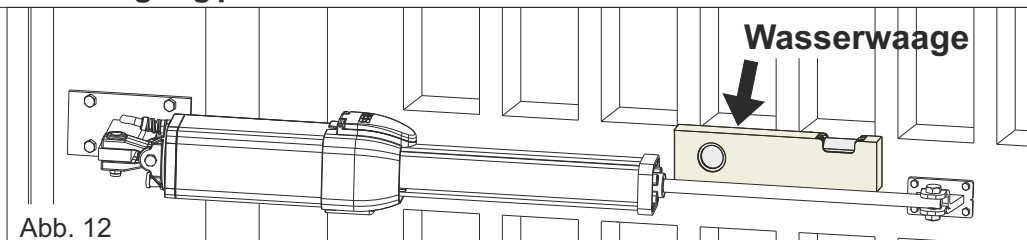

Abb. 12
- 2 - Für einen korrekten Betrieb ist es wichtig, sowohl den Antrieb als auch die vorderen und hinteren Befestigungen mit Hilfe einer Wasserwaage perfekt horizontal zu positionieren (Abb. 12)
**Die Befestigung muss so positioniert werden, dass sich der Antrieb in perfekt horizontaler Position befindet (Abb. 12)**